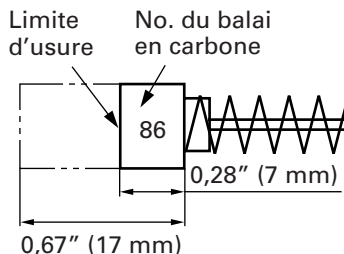

Fig. 8
4. Contrôle des balais en carbone (Fig. 8)
REMARQUE : Utiliser le balai en carbone HITACHI No. 86 indiqué sur la Fig. 8.